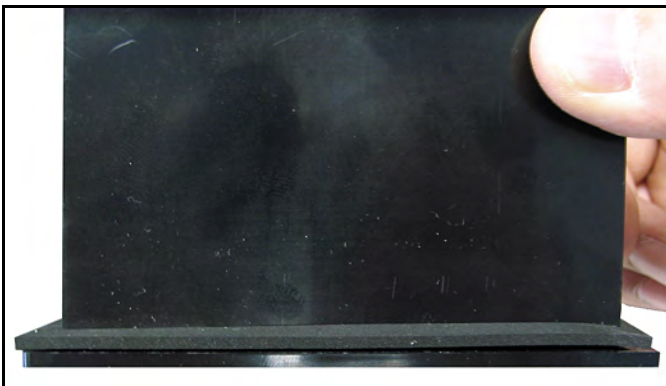

Abbildung 10: Anbringen der Dichtung hinter der Anzeige
2. Schieben Sie die Dichtung über den **dew.IQ** und bringen Sie sie an der Rückseite der Anzeige an (siehe *Abbildung 10*).